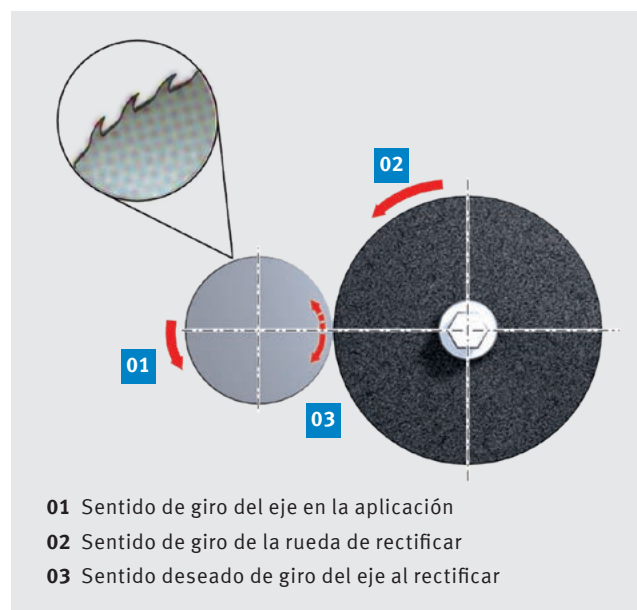

Fig. 44: Rectificado de un eje de fundición
- La fundición nodular (GGG) tiene un acabado superficial abierto y por eso se tiene que rectificar  $R_z 2$  o mejor. La Fig. 44 muestra el sentido de giro de los ejes de fundición durante la aplicación. Este debería corresponder con el sentido de giro de la rueda de rectificar, ya que en el sentido de giro contrario se produce un mayor desgaste.